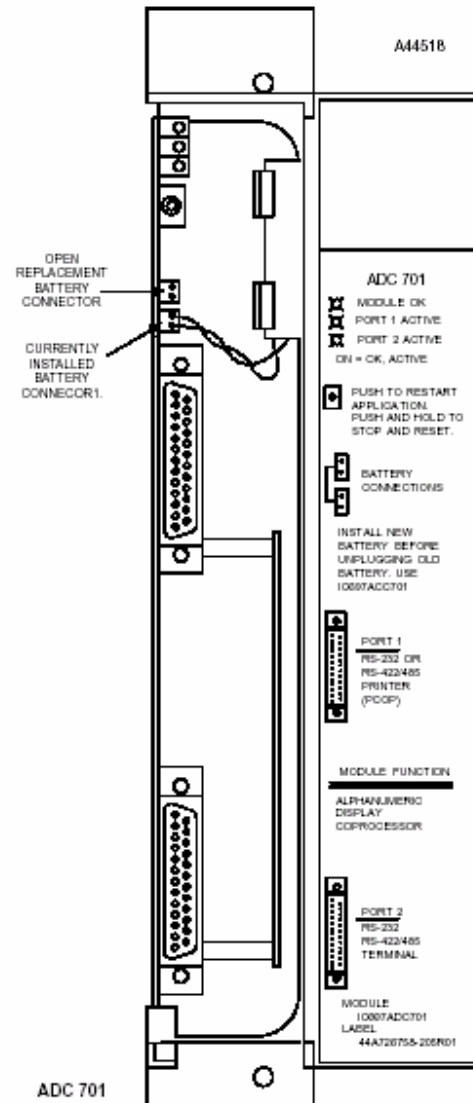

图 2. 文字数字显示协处理器模块 - 用户详细资料
- 电池要和模块上任一个电池连接器连接(见图2)。
PCM有没有扩展内存子板都可以运转。PCM板上的基础内存为95Kb用户存储。扩展内存子板允许64, 128, 256或者512Kb扩展程序/数据存储。支持此内存的电池位于底板外壳上, 如图2所示。